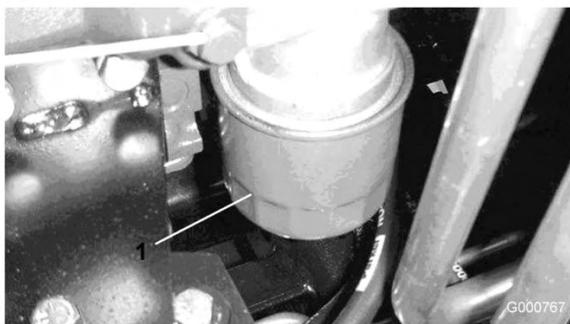

Figure 57
- Déposez le filtre à huile (Figure 57). Appliquez une fine couche d'huile propre sur le joint du filtre de rechange avant de le visser en place. Ne serrez pas excessivement.